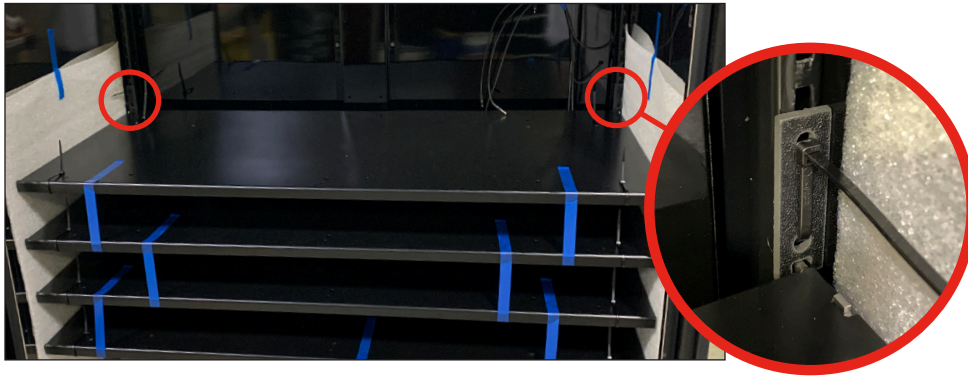

Fig. 18. Seguros de transporte del estante ubicados en los perfiles por encima del estante.
1. Retire los soportes de transporte del estante. Retire la cinta adhesiva y las bridas. Véanse las figs. 18 y 19.